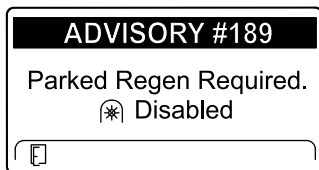

Рисунок 45
- Если вы не выполните стационарную регенерацию в течение 2 часов, дисплей инфо-центра отобразит сообщение «Требуется стационарная регенерация — механизм отбора мощности выключен» — ИНФОРМАЦИОННОЕ СООБЩЕНИЕ № 189 (Рисунок 45).